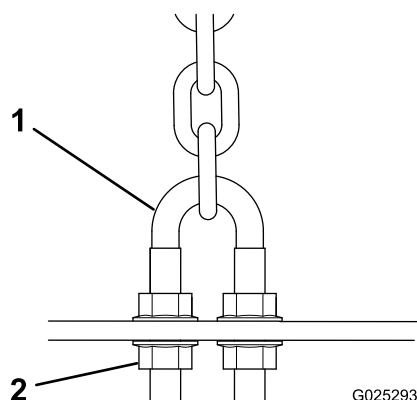

Figura 16
1. Retire las tuercas que sujetan las abrazaderas de la cadena de elevación a la parte inferior de la carcasa (Figura 16).
3. Instale las abrazaderas en la carcasa con las tuercas que retiró anteriormente (Figura 16).